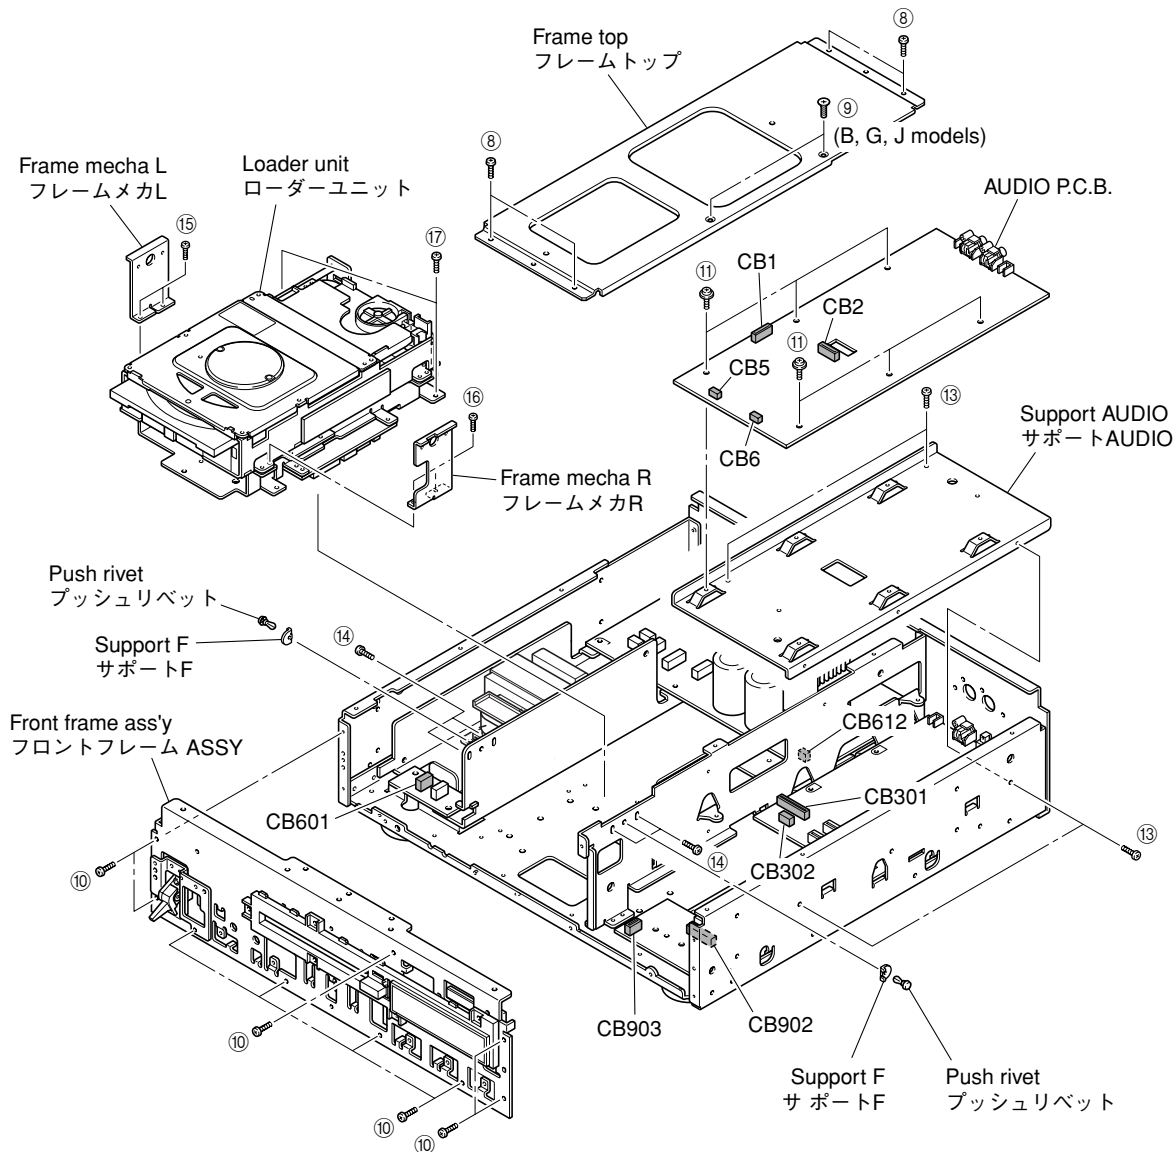

Fig. 4
- a. Remove 4 screws (⑧), 2 screws (⑨) (B, G models) and then remove the frame top. (Fig. 4)
- b. Remove 9 screws (⑩). (Fig. 4)
- c. Remove CB601 and CB902. (Fig. 4)
- d. Remove the front frame ass'y. (Fig. 4)
- a. Remove 6 screws (⑪). (Fig. 4)
- c. Remove CB1-2 and CB5-6. (Fig. 4)
- d. Lift the front of AUDIO P.C.B. and then remove it. (Fig. 4)
- a. ⑧のネジ4本、⑨のネジ2本を外し、フレームトップを取り外します。(Fig. 4)
- b. ⑩のネジ9本を外します。(Fig. 4)
- c. CB601、CB902を外します。(Fig. 4)
- d. フロントフレームASSYを取り外します。(Fig. 4)
- a. ⑪のネジ6本を外します。(Fig. 4)
- c. CB1-2、CB5-6を外します。(Fig. 4)
- d. AUDIO P.C.B.の前方を持ち上げ、取り外します。(Fig. 4)
- Remove 4 screws (13) and then remove the support audio. (Fig. 4)
- Remove CB301-302, CB612 and CB903. (Fig. 4)
- Remove 4 screws (14). (Fig. 4)
- Remove 2 push rivets and then remove support F on both sides of the loader unit. (Fig. 4)
- Remove 2 screws (15) and then the frame mecha L. (Fig. 4)
- Remove 2 screws (16) and then remove the frame mecha R. (Fig. 4)
- Remove 2 screws (17) and then remove the loader unit. (Fig. 4)
- 13のネジ4本を外し、サポートAUDIOを取り外します。(Fig. 4)
- CB301-302、CB612、CB903を外します。(Fig. 4)
- 14のネジ4本を外します。(Fig. 4)
- ブッシュリベット2個を外し、両側のサポートFを取り外します。(Fig. 4)
- 15のネジ2本を外し、フレームメカLを取り外します。(Fig. 4)
- 16のネジ2本を外し、フレームメカRを取り外します。(Fig. 4)
- 17のネジ2本を外し、ローダーユニットを取り外します。(Fig. 4)